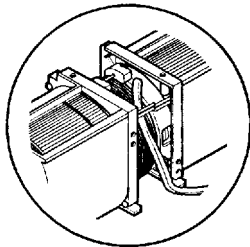

Figure 15
4. Poser à nouveau le fil du ventilateur. Voir la figure 15.